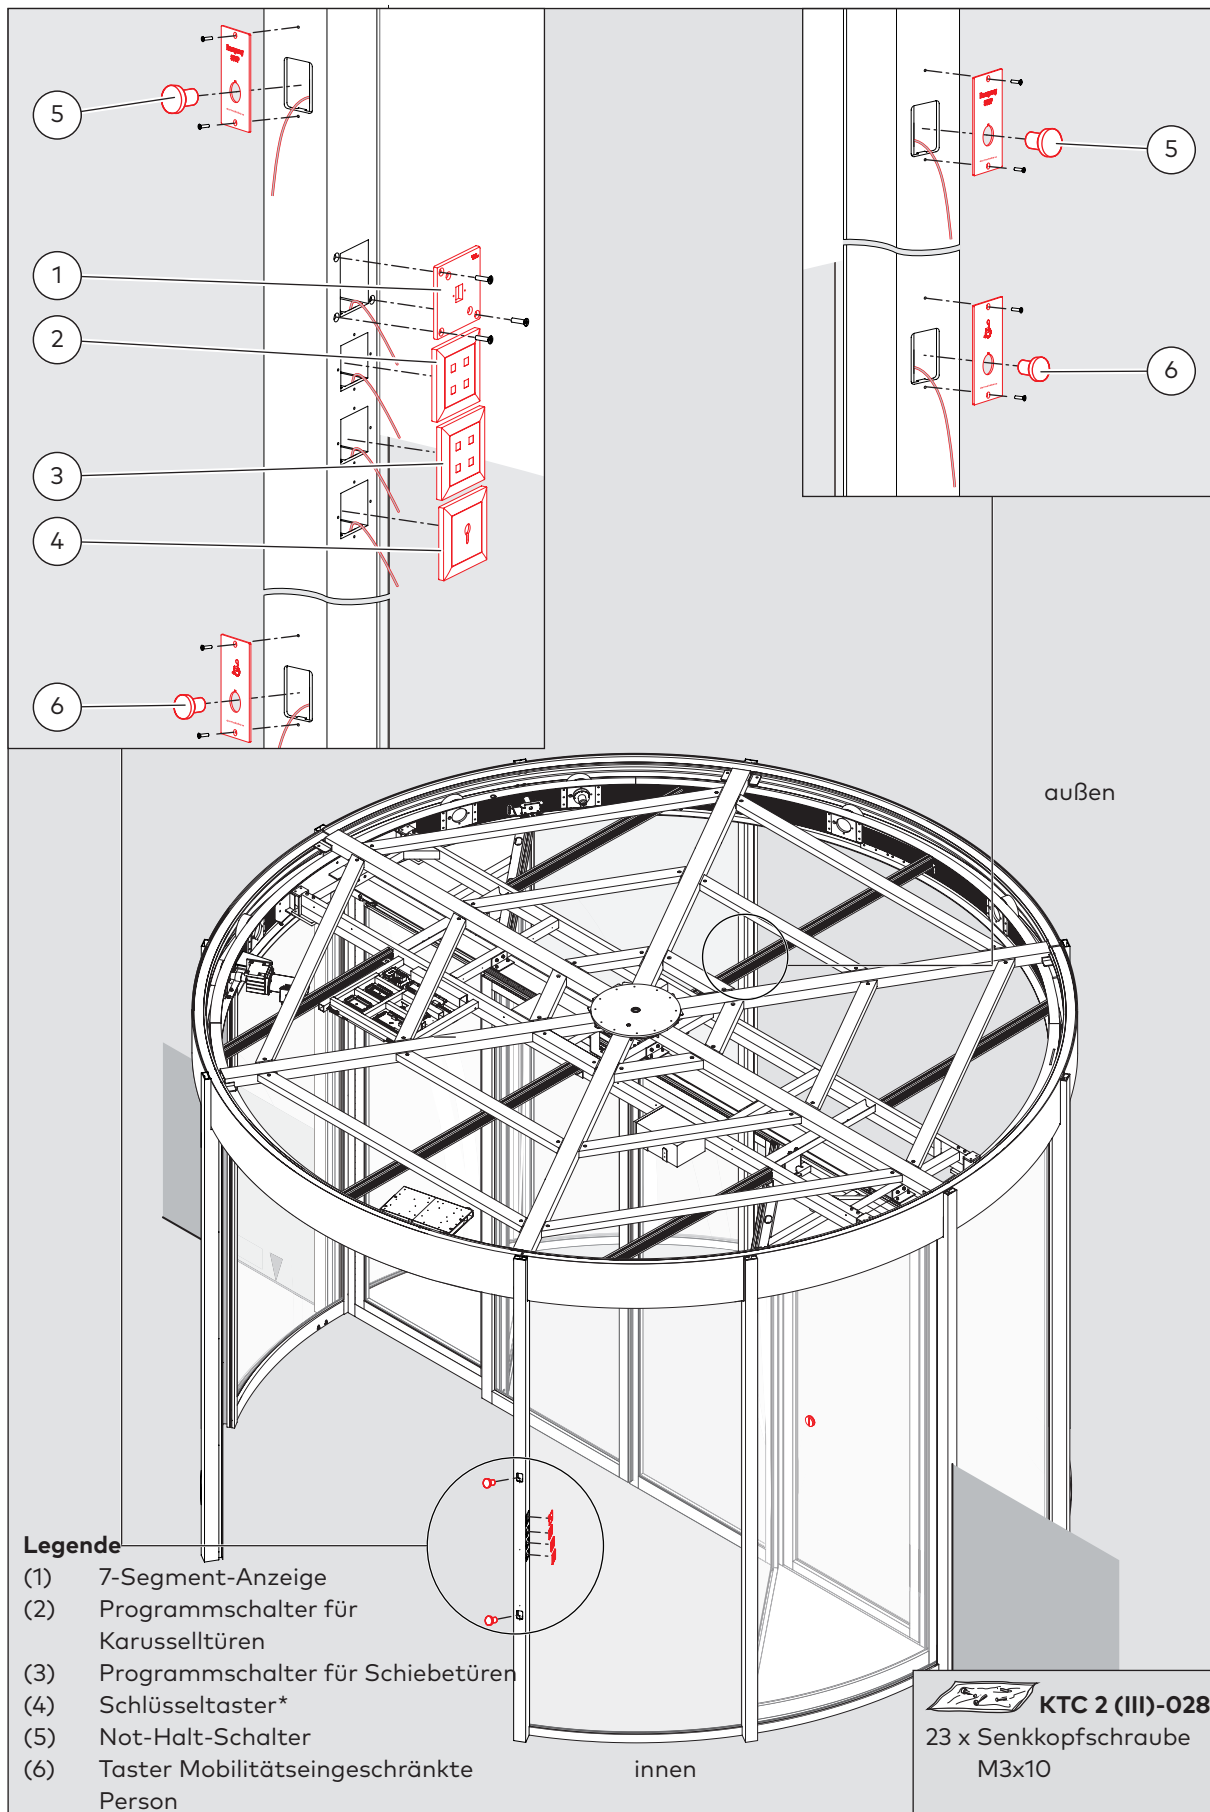

Abb. 93 Montage der automatischen Schiebetür
- Die Bedienelemente immer entsprechend Abb. 93 in den Pfosten einstecken.